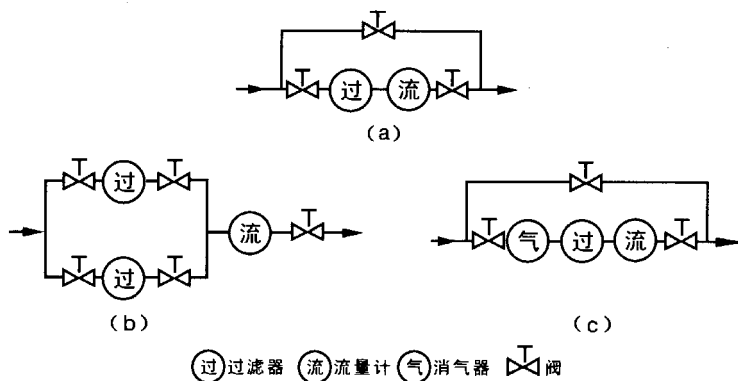

图 4
- a) 流量计管道安装形式如图 4 所示。
为了便于使用和对仪表进行检修，并保证修理时管道中流体不致中断，安装流量计时应加装旁通管道，如图 4(a)所示。如果流体中杂质较多，要经常清洗过滤器，为了不影响流量计工作，可以并联安装两只过滤器，轮流清洗、使用，管道形式如图 4(b)所示。图 4(c)为安装了消气器的形式。如果要求不中断管道的流量计量或最大流量较大，可以并联安装两台或两台以上的流量计，每台流量计各自按照图 4 所示形式安装，旁通管道可以共用。